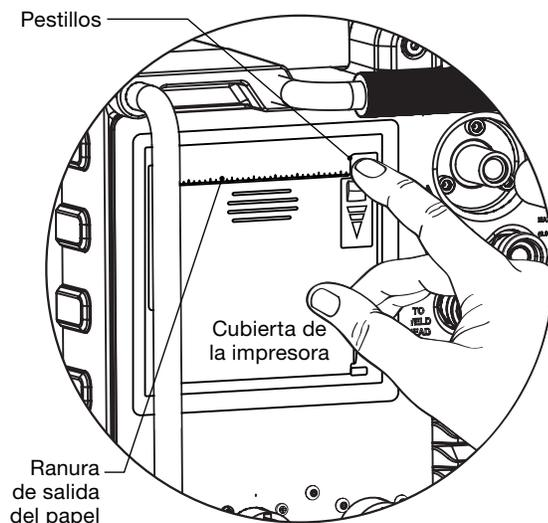

Fig. 50—Abrir la cubierta de la impresora
1. Presione la pestaña para abrir la puerta de la impresora (Fig. 50).